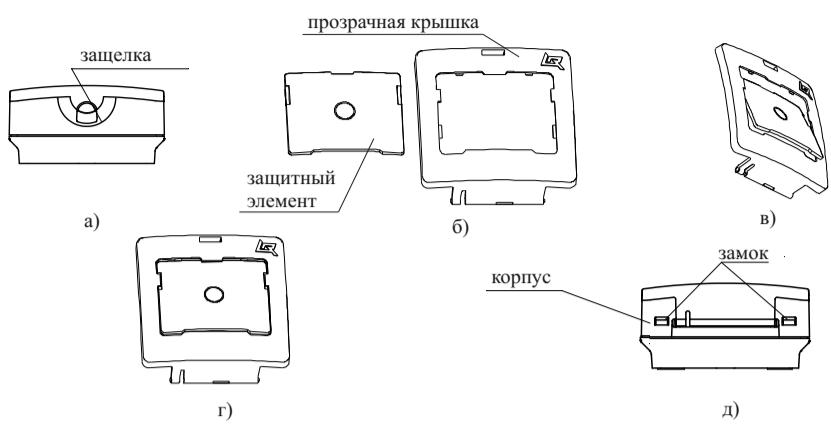

Рисунок 4
6.8 Для установки УДП необходимо отсоединить корпус от основания, нажав отверткой на замки (Рисунок 4 д). (При этом кнопка должна быть в отжатом состоянии).
6.14 Для того, чтобы вставить защитный элемент необходимо открыть прозрачную крышку, поддав защелку в верхней части корпуса острым предметом (Рисунок 4 а). Далее прозрачная крышка показана отдельно от корпуса (снимать крышку с корпуса УДП не следует). Защитный элемент в положении, показанном на рисунке 4 б), ввести верхней кромкой в середину выреза прозрачной крышки (Рисунок 4 в) и, повернув, совместив плоскости, защелкнуть нажатием на кромки защитного элемента (Рисунок 4 г).